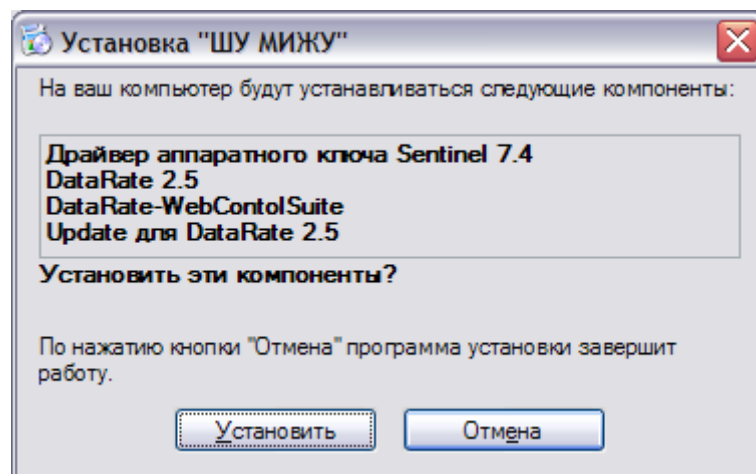

Рисунок 6 - Установка компонентов системы
- 4) Если на вашей машине не установлены компоненты, необходимые для работы проекта, то программа установки предложит их установить (рисунок 6).